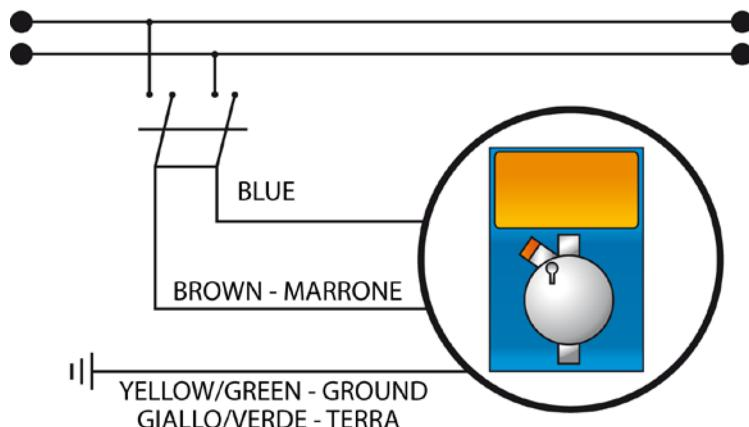

Fig.3 – Collegamento elettrico
- Assicurarsi che la stessa sia disattivata elettricamente (entrambe le polarità) staccando i conduttori dai punti di contatto della rete attraverso l'apertura dell'interruttore omnipolare con distanza minima tra i contatti di mm 3 (Fig.3).